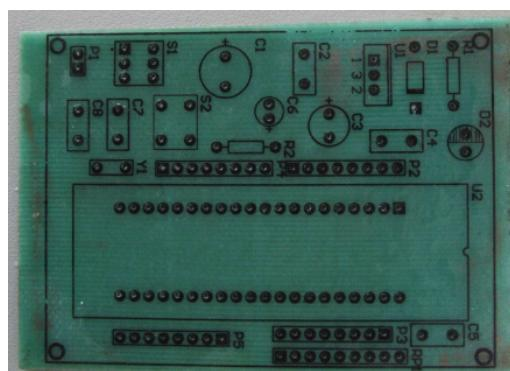

图 6-6.88 电路板正面
**Step9:** 将顶层和顶层丝印层打印（需要镜像），后一同样的方法转印到电路板正面，此时在电路板上涂上一层松香水即完成真个电路板制作，如图 6-6.88、6-6.89 所示。